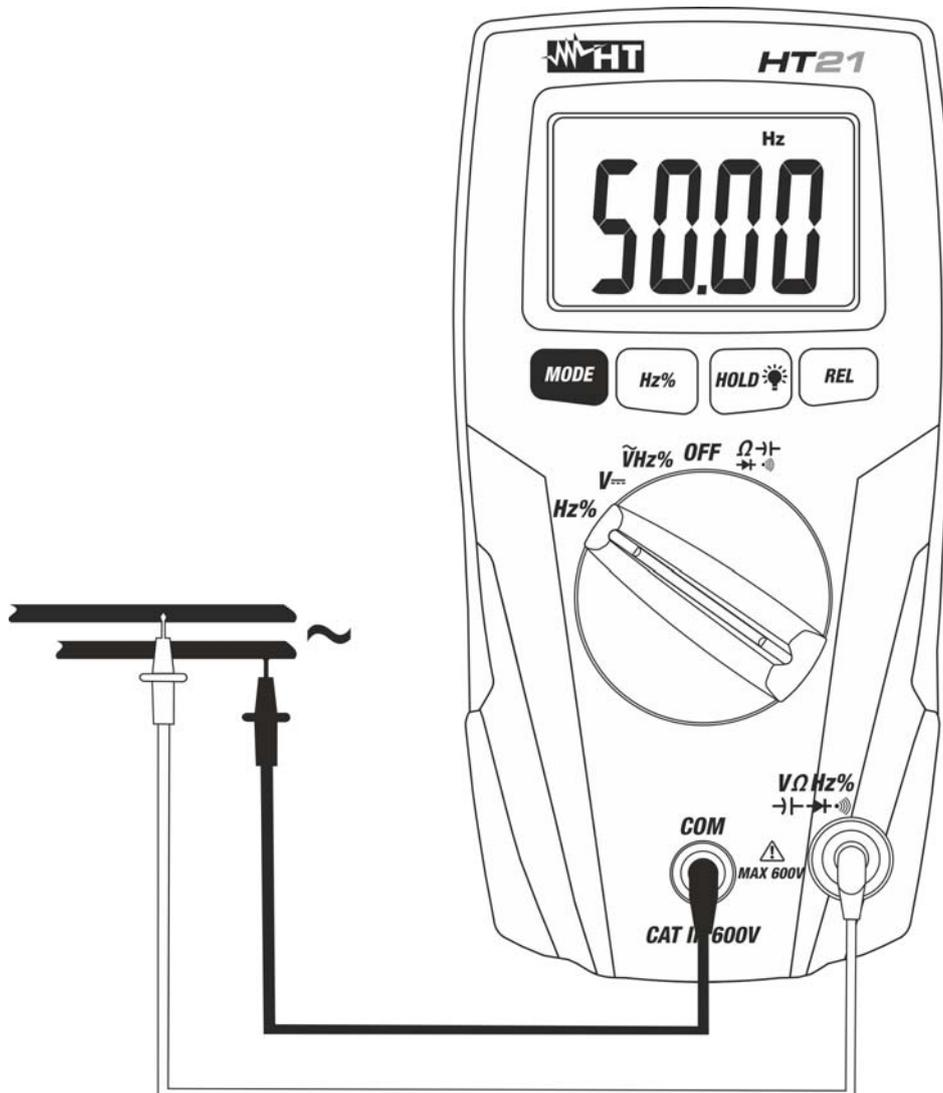

Fig. 6: Utilisation de l'instrument pour la mesure de Fréquence et Duty Cycle
3. Positionner l'embout rouge et l'embout noir dans les points du circuit sous test (voir Fig. 6). La valeur de fréquence apparaît à l'écran